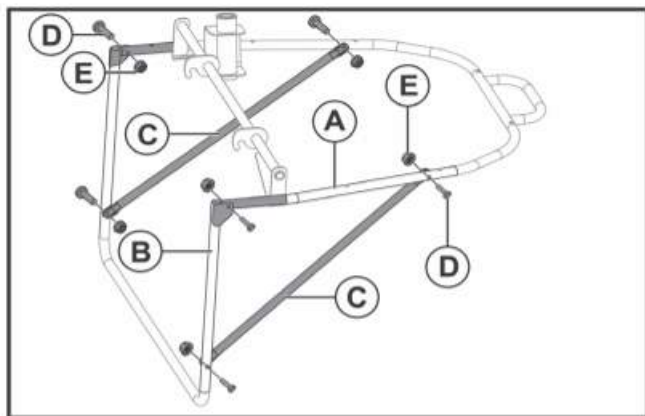

Рис. 15
- С помощью болтов (D) и гаек (C), присоедините верхнюю часть каркаса (A) к нижней (B). Рис. 15.
- С помощью болтов (D) и гаек (C), установите боковые распорки (C) между нижней и верхней частями каркаса. **ВНИМАНИЕ!** Распорки (C) устанавливаются с внутренней части каркаса! В противном случае, установленные снаружи, они могут стать причиной разрыва мешка травосборника!